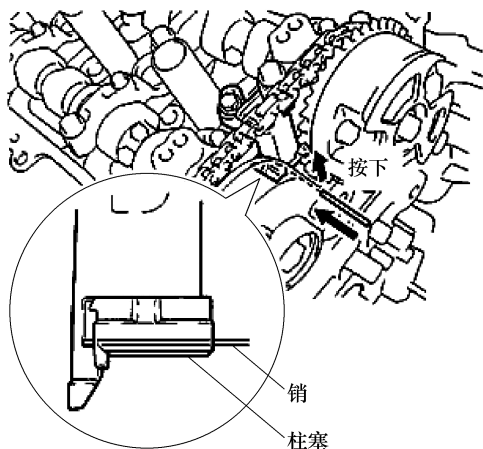

图 1-47 拆卸凸轮轴正时齿轮
⑤ 拆下链条。
① 在提高 2 号链条张紧器的同时, 将一个 $\phi 1.0\text{mm}$ 的销插入孔中以将其固定。
② 用扳手固定住凸轮轴的六角头部分, 并拆下两个螺栓和两个凸轮轴正时齿轮总成, 如图 1-47 所示。